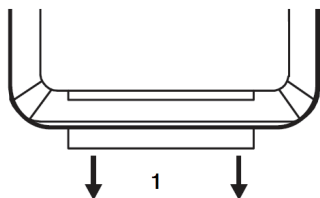

Bild 1
1. Innan du använder fjärrkontrollen ska du ta bort plastskyddet och följa pilen för hur man använder den; (se Bild 1)